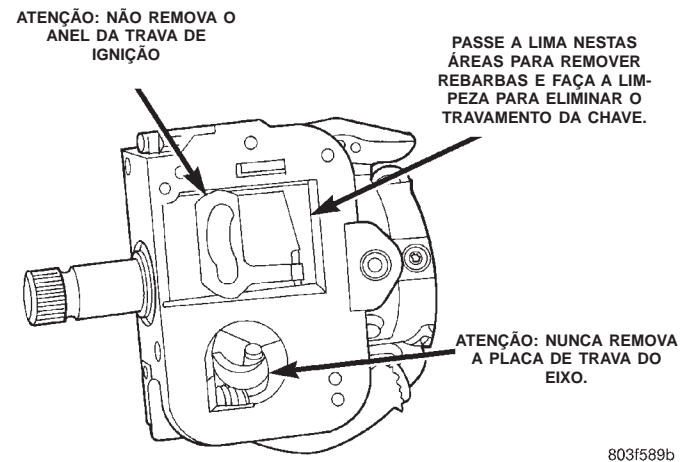

Fig. 4 Remoção de Rebarbas e Peças Não-Utilizáveis da Coluna de Direção.
(1) Procure por pontos rugosos ou rebarbas na peça, e se localizados remova-os com uma lima (Fig. 4).